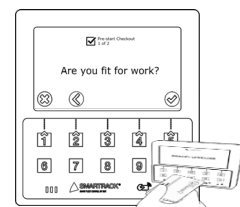

Рисунок 8 Заповнення контрольного списку
3. При необхідності дайте відповідь на будь-які питання з контрольного списку (Рисунок 8).